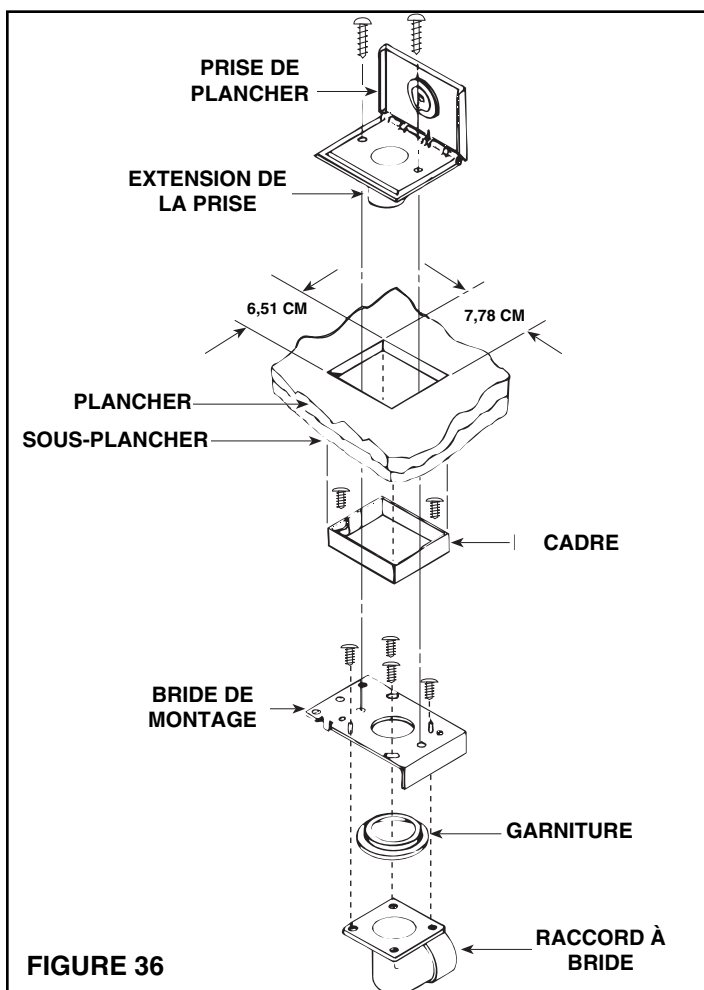

FIGURE 36
2. Après avoir déterminé la direction du tuyau, fixez le raccord à bride approprié à la plaque de montage au moyen des quatre (4) vis fournies. Assurez-vous que la bride de la plaque de montage ne nuit pas au tuyau et insérez solidement la garniture.
3. Consultez la figure 36. Insérez la bride avec le cadre et le raccord à bride dans l'orifice, par le dessous, et fixez au plancher.
7. Consultez la figure 36. Fixez la prise de plancher au moyen des deux vis fournies.